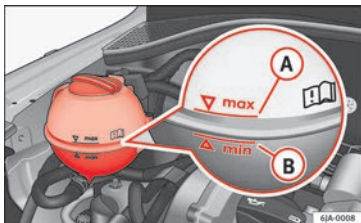

Fig. 208 Vano motor: depósito de líquido refrigerante.
– Compruebe el nivel de líquido refrigerante en el depósito de expansión del mismo » **fig. 208**. Con el motor frío, el nivel de líquido refrigerante debe encontrarse entre las marcas **B** (mín.) e **A** (máx.). Con el motor caliente, el nivel puede sobrepasar también ligeramente la marca **A** (máx.).
- Coloque un trapo sobre el tapa del depósito de expansión de líquido refrigerante » **fig. 208** y desenrosque el tapón con cuidado.
¡No rellene el depósito de líquido refrigerante más allá de la marca **A** (máx.) » **fig. 208**! El líquido refrigerante excedente es expulsado